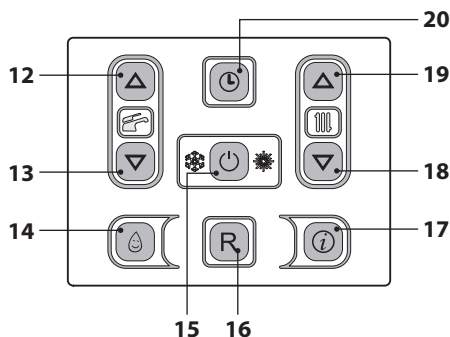

Figura 2.7
- Tenere premuto per 2 secondi il tasto 15 fino a far apparire sul display il simbolo  Figura 2.7.
La temperatura dell'acqua calda di mandata riscaldamento è regolabile agendo sui tasti 18 (diminuzione) e 19 (aumento) (Figura 2.7) da un minimo di circa 25°C ad un massimo di circa 85°C. Alla prima pressione di uno dei due
Comunque se la temperatura ambiente non dovesse essere confortevole si può aumentare o diminuire la temperatura di mandata dell'impianto riscaldamento di $\pm 15^\circ\text{C}$ agendo sui tasti 18 (diminuzione) e 19 (aumento) (Figura 2.7).